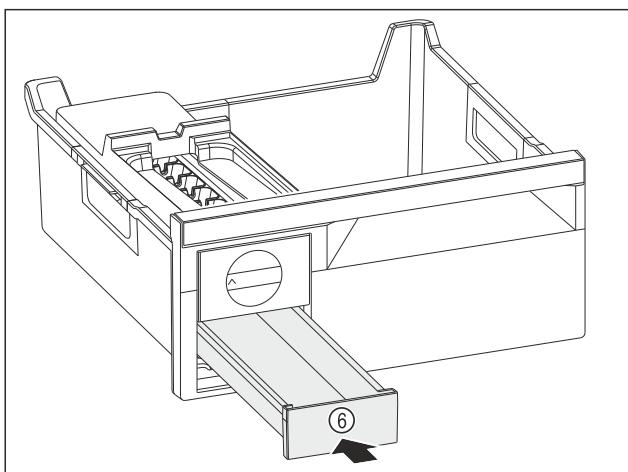

Fig. 146
- Вдвиньте выдвижной ящик для кубиков льда Fig. 146 (6).